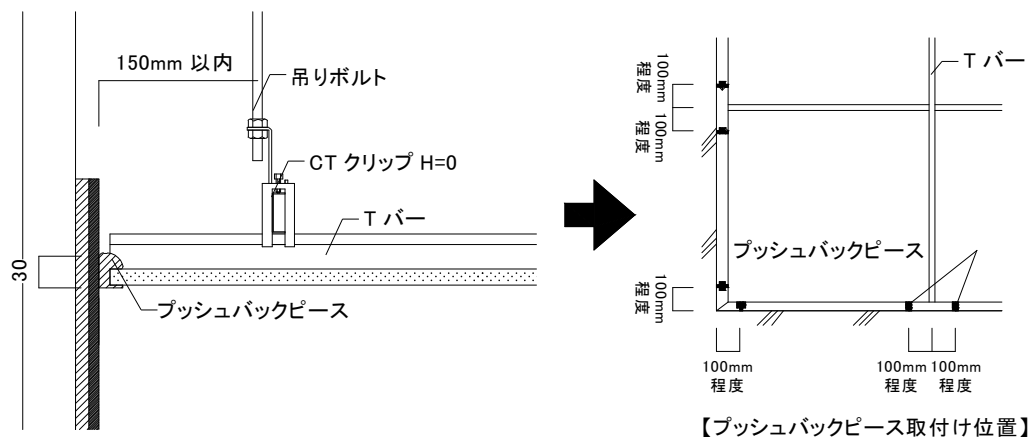

図2-8-2 プッシュバックピースの設置例
- 6) Tバーと同様に天井板にクリアランスを設置した場合は、廻り縁にゴムスポンジ(プッシュバックピース)をTバーから100mm程度の両端位置に貼りつけること。(図2-8-2参照)